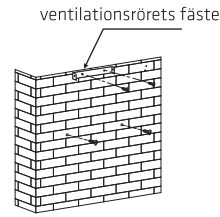

Bild 2
- När du har bestämt köksfläktens höjd, mät läget för hålen för att hänga köksfläkten och fästet inuti ventilationsröret. Borra 4 Ø8-hål, 2 för insidan av skorstensfästet och 2 för att hänga upp köksfläkten och håll köksfläkten i nivå. Det fasta läget för den invändiga skorstensfästet är den högsta platsen på den invändiga skorstenen. Se bild 2.
- Skruva fast köksfläkten med 2 st ST4 x 30 mm skruvar på väggen med väggpluggar, använd sedan 2 st ST4 x 40 mm skruvar för att fästa det inre skorstensfästet. Se bild 2.